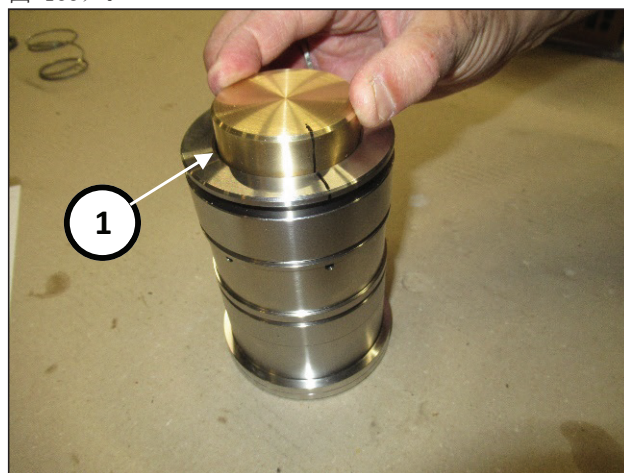

图 183
使用代码为27945400的工具的内塞将环推入到位(位置①, 图 183)。